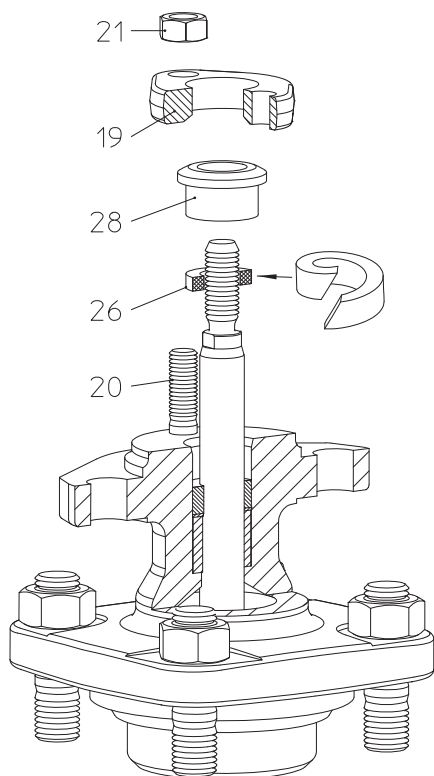
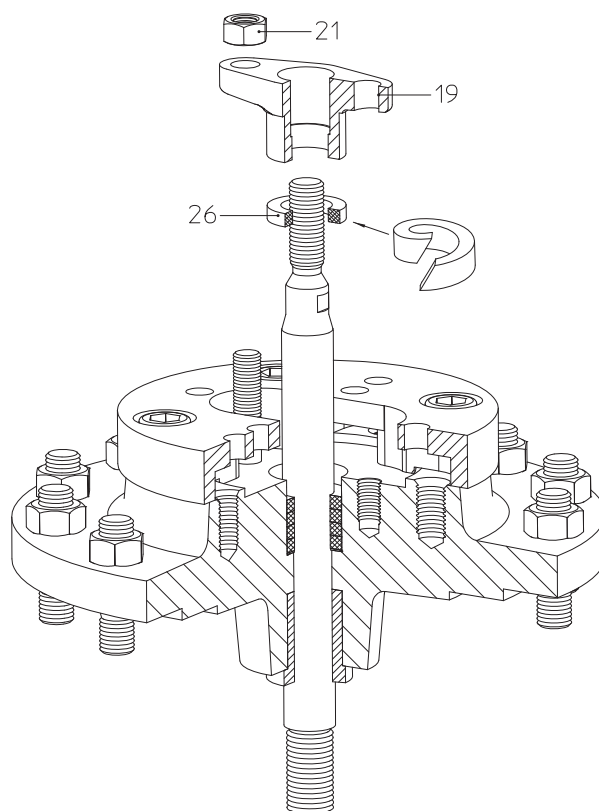

Рис. 12: сальниковая набивка
Рис. 13: сальниковая набивка
- Установите новое уплотнительное кольцо (поз. 26), руководствуясь Рис. 12 и Рис. 13.